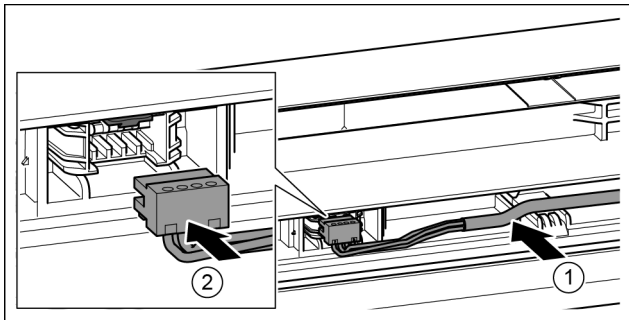

Fig. 38
- ▶ Graues Kabel in die Führung in der oberen Tür einlegen. Fig. 38 (1)
- ▶ Stecker einrasten. Fig. 38 (2)